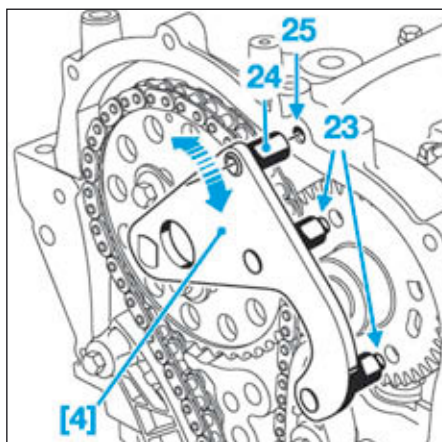
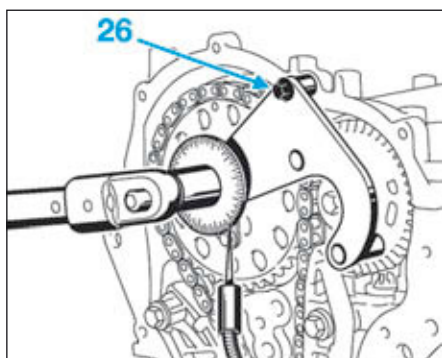

FIG.98
FIG.99
- ⚠ Ne pas engager les pions (23) (Fig.98) de l'outil dans les trous du pignon à rattrapage de jeu.
- Pivoter l'outil pour aligner les axes de l'entretoise (24) et du trou (25) (Fig.98).
- Dégager la clavette (22) de l'outil de la rainure de l'arbre à cames.
- Engager désormais les pions (23) de l'outil dans les trous du pignon à rattrapage de jeu.
- ⚠ Ne pas engager la clavette (22) de l'outil dans la rainure de l'arbre à cames d'échappement.
- Pivoter l'outil pour aligner les axes de l'entretoise (24) et du trou (25).
- Engager sans forcer la clavette (22) de l'outil dans la rainure de l'arbre à cames. Si nécessaire, recommencer les opérations précédentes.
- Fixer l'outil [4] avec une vis (26) (M6 - longueur 50 mm) (Fig.99).